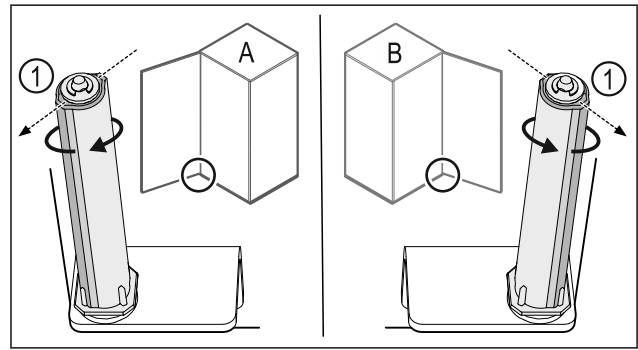

Fig. 44 Tope izquierdo (A) / tope derecho (B)
- Girar el sistema de cierre contra la resistencia hasta que el alma del sistema de cierre Fig. 44 (1) apunte hacia afuera.